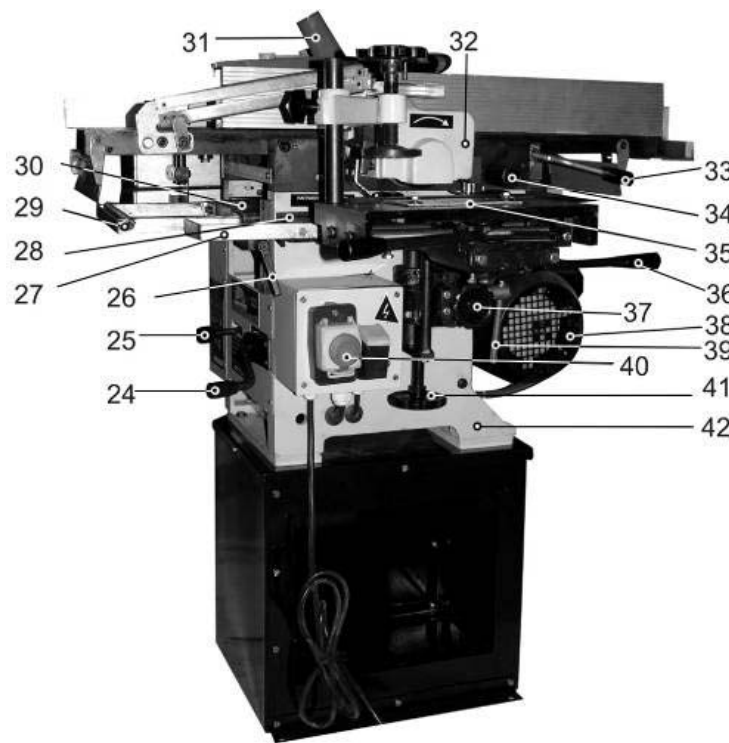
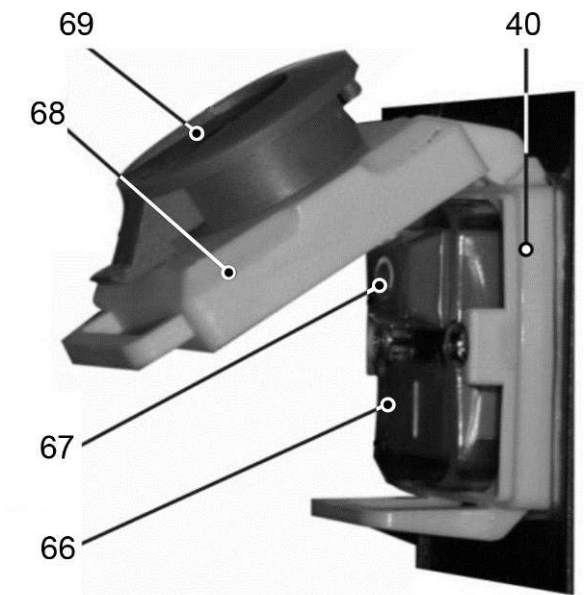

Рис. 3
Рис. 22
9. 8. Включение/выключение (Рис. 3, 22)
9.8.1. Станок оснащен магнитным пускателем, предотвращающим самопроизвольное включение после отключения питания. Вставьте электрическую вилку шнура питания станка в розетку с напряжением 220 В. Магнитный пускатель (40) закрыт защитной крышкой (68) и заблокирован кнопкой (69), предотвращающей самопроизвольный пуск станка после нажатия на кнопку (67). Как показано на Рис. 3, при закрытой крышке станок автоматически отключается от питания; станок можно включить только после открытия крышки (68) (Рис. 22) и нажатия зеленой кнопки (66).